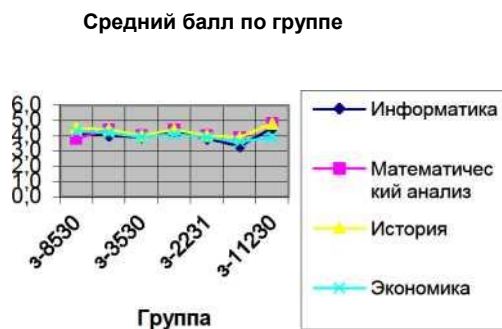

Рис. 3.2. Средний балл по группам для всех предметов
3. На третьем шаге построения диаграммы внесите название диаграммы, обозначения осей, добавьте легенду (рис. 3.2).